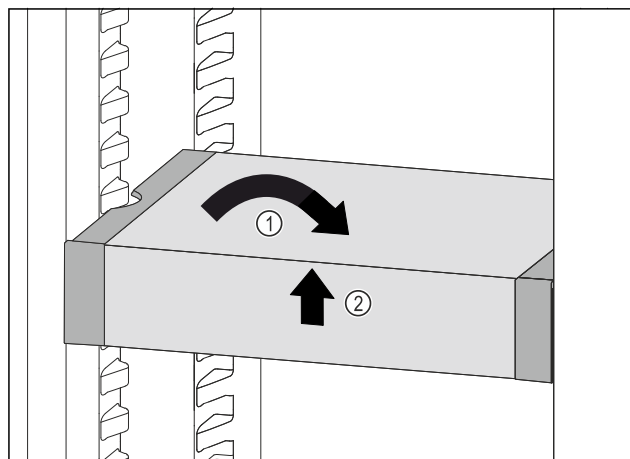

Fig. 97
- VarioSafe postavte rovně. Fig. 97 (1)
- VarioSafe vpředu zvedněte. Fig. 97 (2)